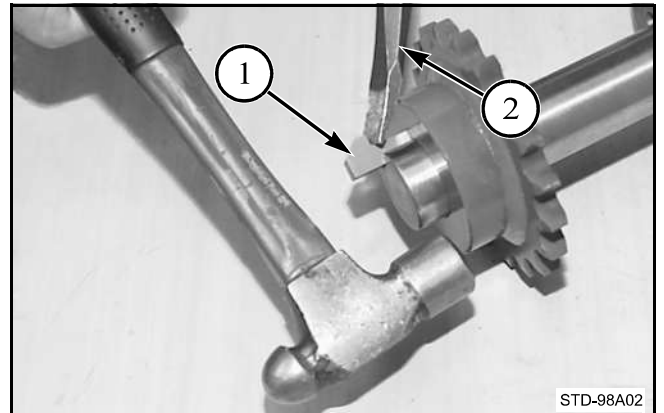

Figure 3
**Figure 3:** Les clavettes à nez (1) sont des clavettes coniques comportant un talon sur leur extrémité épaisse. Une clavette à nez sert à la fois d'organe de verrouillage et de pièce de retenue pour le moyeu. Le moyeu doit présenter une rainure de clavette conique s'adaptant à la clavette à nez. La clavette à nez permet d'immobiliser le moyeu en position. Aucun autre organe de verrouillage tel qu'une vis pointeau n'est nécessaire.